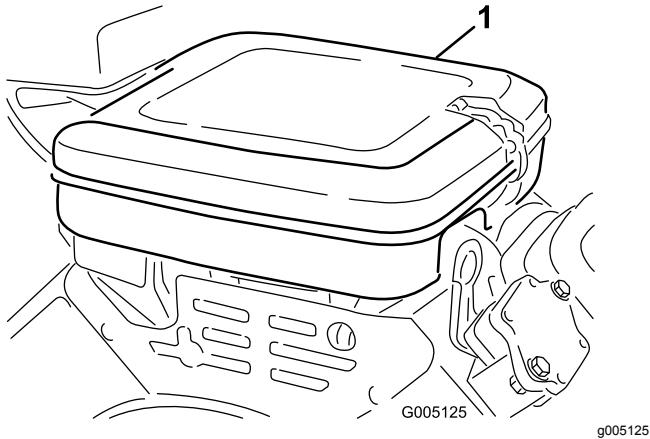

Bild 40
1. Reinigen Sie die Luftfilterabdeckung (Bild 40).